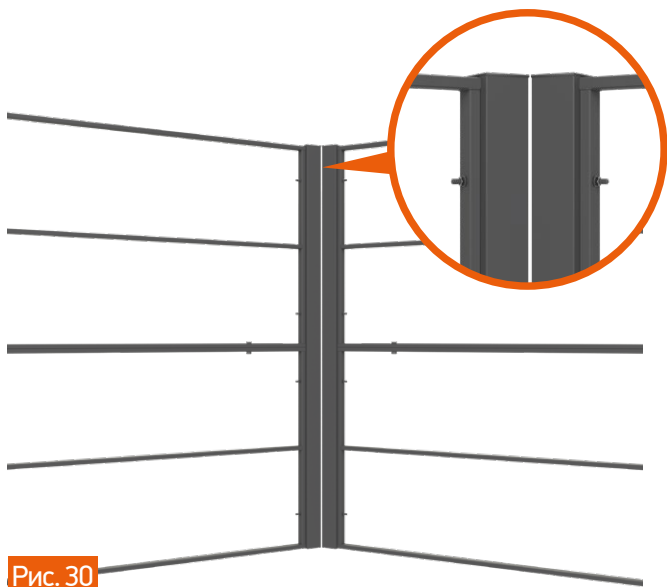

Рис. 30
3. Зафиксируйте секции на болты М10 при помощи гаек, через шайбу. Рис. 30.